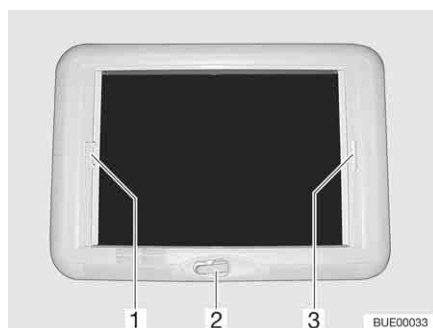

Bild 99 Vevmanövrerad taklucka
- Öppna:* ■ Vrid på handveven (Bild 99,2) tills ett motstånd känns.
- Stänga:* ■ Drag i plisségardinens handtag (Bild 99,3) och släpp i önskad position. Plisségardinen stannar i denna position.
- Stänga:* ■ Drag, med handtaget (Bild 99,1), insektsskyddet till plisségardinens handtag (Bild 99,3) på den motsatta sidan, där det hakas i.
- Öppna:* ■ Tryck insektsskyddet handtag (Bild 99,1) bakåt, uppåt och haka av insektsskyddet från plisségardinen (Bild 99,3).